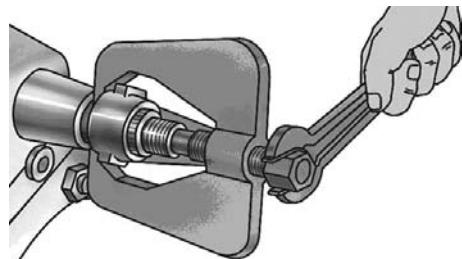

Рис. 4. Зняття сошки
2. Відкрутіть гайку кріплення сошки рульового механізму і зніміть сошку (рис. 4) за допомогою знімача.